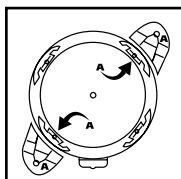

FIGURE 3
3. Positionnez le drain du réservoir devant vous. Prenez le porte-roulette identifié par la lettre **A** et insérez-le dans les rainures avant-gauche et arrière-droite, également identifiées par la lettre **A**. **FIGURE 3.**